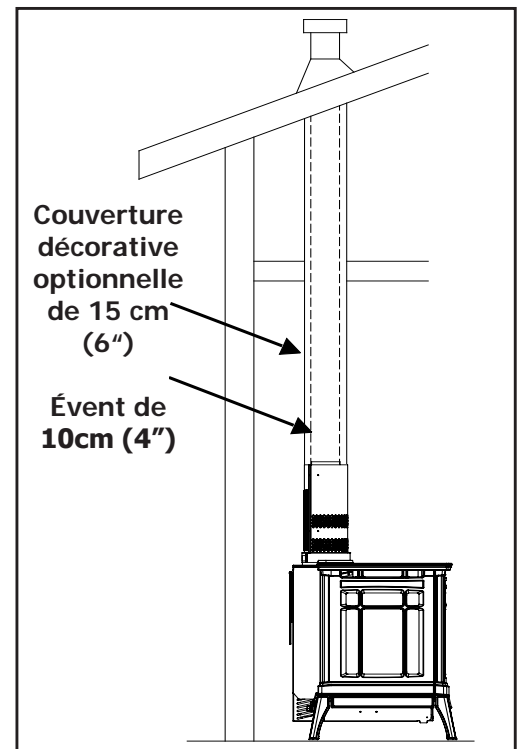

Figure 38: Configuration B-vent
**Remarque:** Veuillez vous reporter aux instructions d'installation du fabricant de la cheminée avant de commencer l'installation. Cet appareil peut être raccordé à une cheminée en maçonnerie existante ou, lorsqu'aucune cheminée en maçonnerie n'est disponible, à une cheminée approuvée «B-vent» ou à tout autre système de cheminée / ventilation approuvé (voir Figure 38). Dans les deux cas, le foyer doit être raccordé à la cheminée / à l'aération à l'aide d'une ventilation flexible simple paroi de 10 cm (4 ").